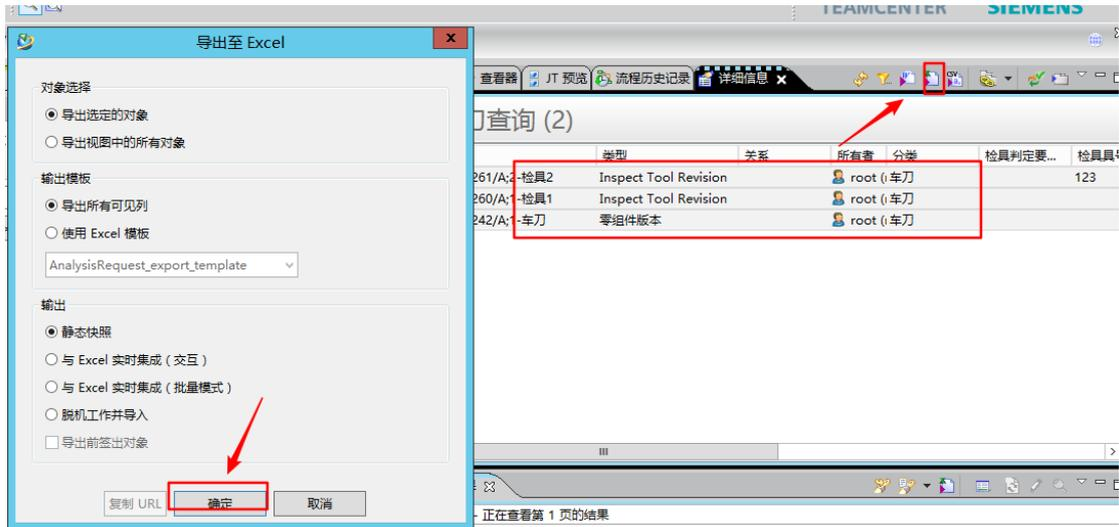

图 4
(4) 全选所有对象，点击“导出至 Excel”，“确定”。(如图 4)